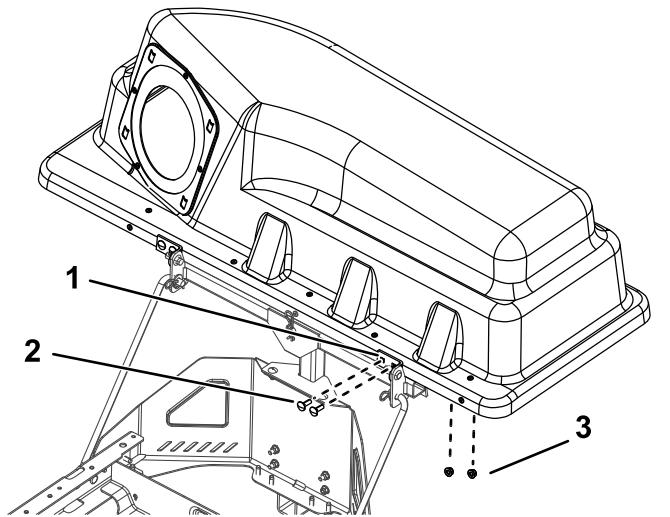

Figura 23
5. **Solo per il modello 79392:** installate le staffe orientabili sul telaio del perno (Figura 23).